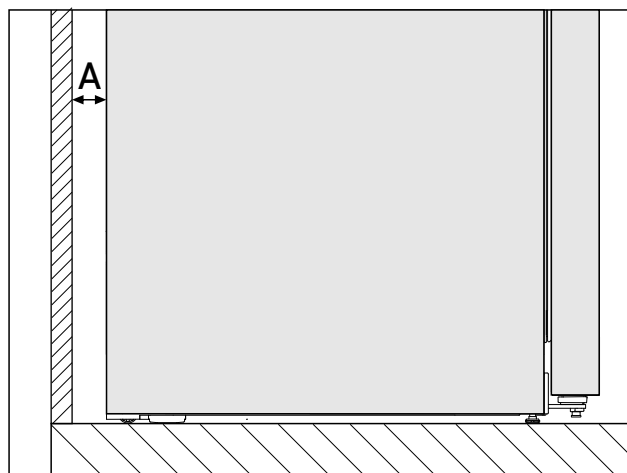

Fig. 3 *
Potrošnja energije utvrđena je s udaljenosti od zida Fig. 3 (A) između stražnje strane uređaja i zida. Ako je udaljenost od zida manja od Fig. 3 (A), to neće utjecati na funkcionalnost uređaja. Ako je udaljenost od zida manja, potrošnja energije može se malo povećati, a na stražnjoj strani uređaja može se stvoriti kondenzacija.*